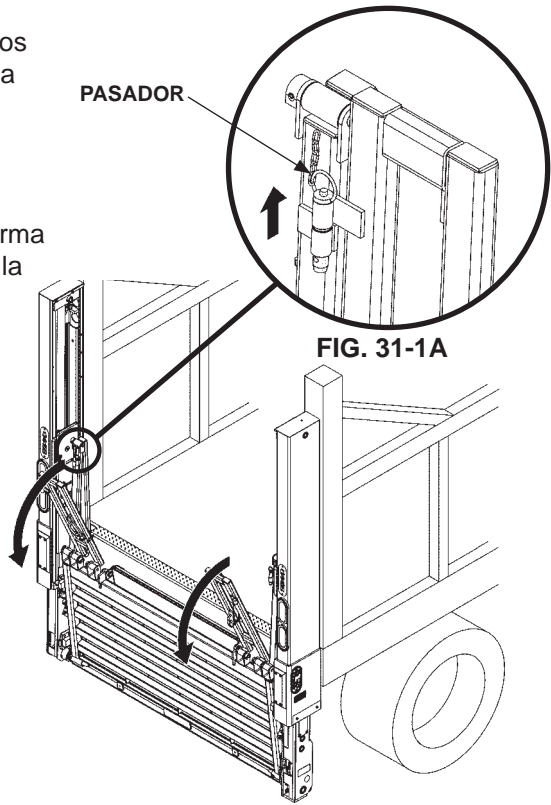

FIG. 31-1B
2. Retire los pasadores (FIG. 31-1A) de ambos lados de la plataforma para desenganchar la barandilla de la plataforma. Baje la barandilla hasta que cuelgue de la plataforma como se muestra en la FIG. 31-1B.